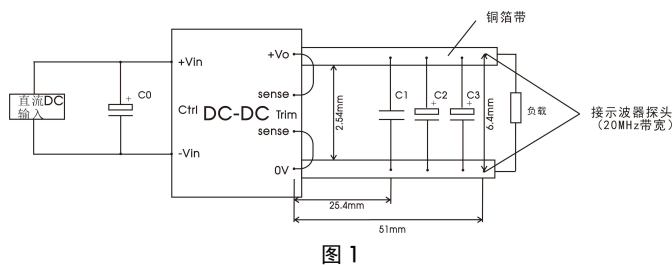

图 1
注：①纹波和噪声的测试方法参见图 1。
所有该系列的 DC/DC 转换器的常规性能在出厂前, 都是按照下图 1 推荐的测试电路进行测试。